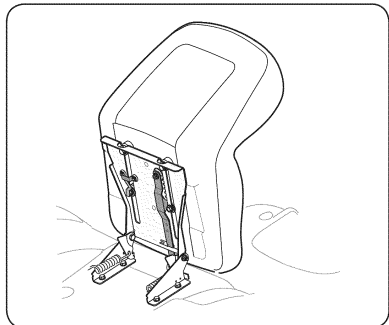

Рис. 4
2. Перемещайте сидение до тех пор пока передняя втулка не войдет в зацепление с ограничителем сидения. (см. Рис.4).